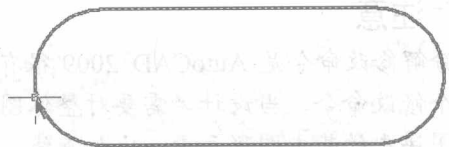

图 2-15 生成块后的效果图
(4)“对象”:单击“选择对象”,自动进入绘图屏幕,选取上下两边和左右两端半圆弧,共 4 个对象,右键或者回车返回块定义对话框。单击“确定”完成块生成操作。生成块后,单独的线条元素变成一个整体图符,其效果图如图 2-15 所示。